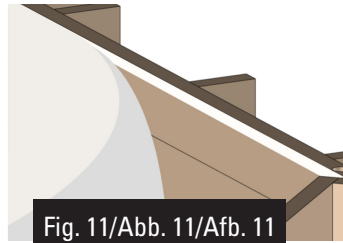

Fig. 11/Abb. 11/Afb. 11
- Unroll the blanket aligning it to the upper edge of the top boards (figure 11).
- Dérouler le feutre en alignant sur le bord des madriers supérieurs. (figure 11)
- Entrollen Sie die Decke und richten Sie sie am oberen Rand der oberen Bretter aus (Abb. 11).
- Rol de deken af in lijn met de bovenrand van de bovenste planken (afbeelding 11).